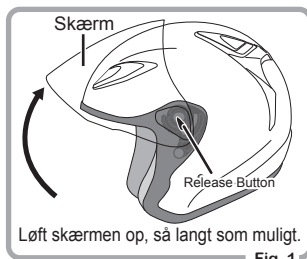

Fig. 1
- ① Løft skærmen op (Fig. 1). (Løft den op, så langt den kan komme.)